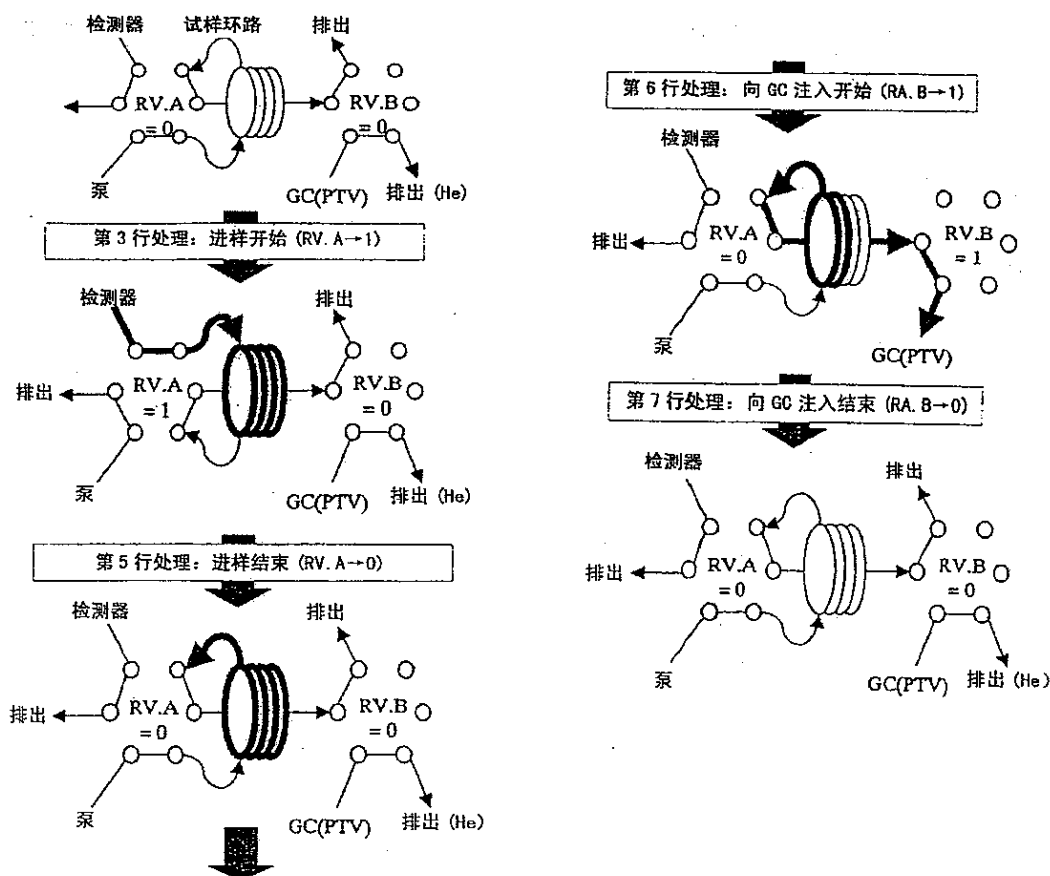

图 5 阀的动作
6. 阀切换时间等的参数变更如下。阀动作的详细情况参照图 5。